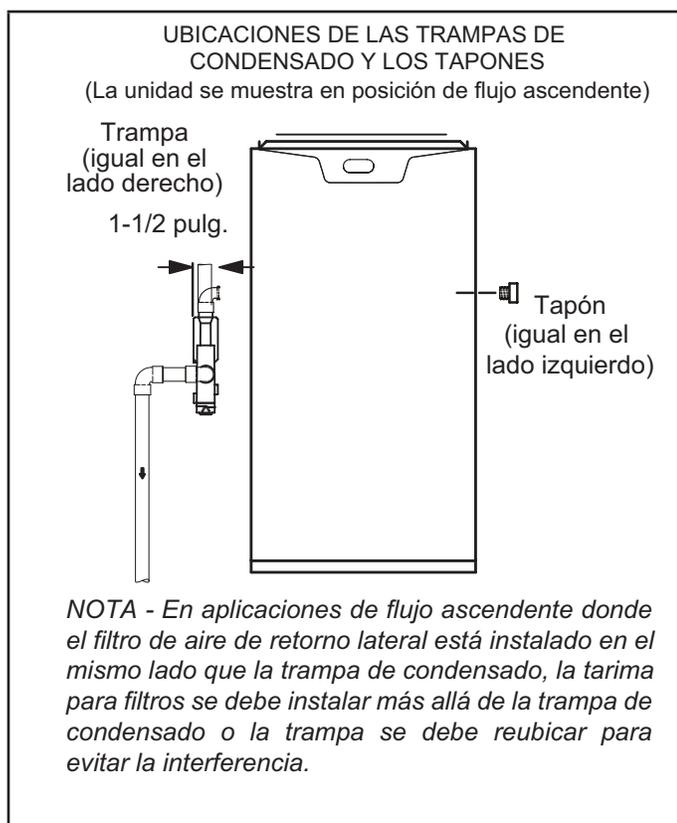
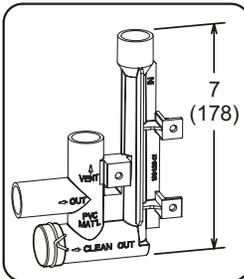

FIGURA 48
FIGURA 56
Consultar la FIGURA 48 y la FIGURA 50 para las ubicaciones de las trampas de condensado. La FIGURA 56 muestra el ensamble de trampa usando PVC de 1/2" o PVC de 3/4".
- 3 - Instale la tapa sobre la abertura de limpieza en la base de la trampa. Sujétela con una abrazadera. Ver FIGURA 56.
- 4 - Instale la trampa de drenaje con los accesorios de PVC apropiados y aplique pegamento a todas las uniones. Aplique pegamento a la trampa de drenaje proporcionada como se muestra en la FIGURA 56. Dirija la línea de condensado a un drenaje abierto. La línea de condensado debe mantener una inclinación hacia abajo de 1/4" desde el calefactor al drenaje.